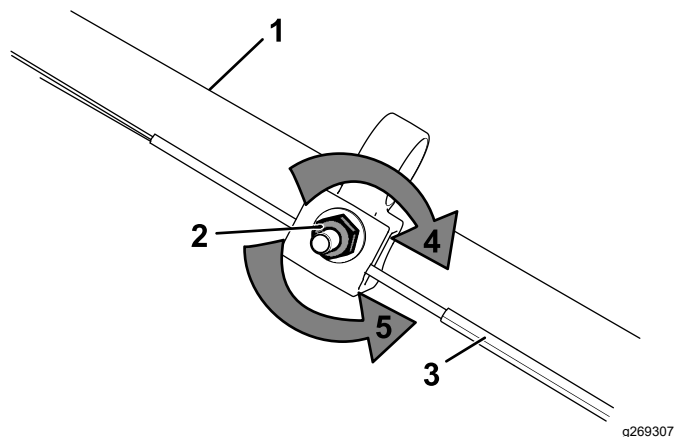

Figure 28
1. Tournez l'écrou de réglage dans le sens antihoraire pour desserrer le réglage du câble (Figure 28).
2. Ajustez la tension du câble (Figure 28) en le tirant en arrière ou en le poussant en avant puis en le maintenant à cette position.